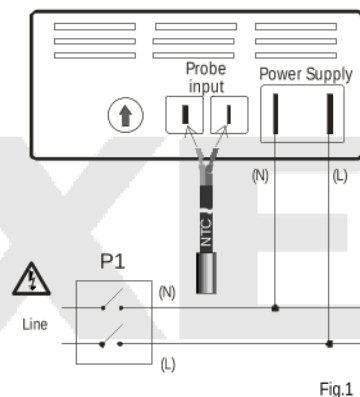

Fig.1
3. INSTALLATION - 230V OR 115V VERSION (FIG.1)
3. ⚠ Disconnect the power supply from the board by means of a panel switch, not supplied, (P1 in Fig.1).
11. If possible, the manufacturer suggests connecting the phase (L) to the fast-on on the right and neutral (N) to the fast-on on the left as indicated.
5. DISCONNECTION AND PROBE SUBSTITUTION (FIG.1)
1. ⚠ Disconnect the power supply on the board where the instrument is positioned, by means of the panel switch (P1 in Fig.1)
3. INSTALLAZIONE – VERSIONE 230V O 115 (FIG.1)
3. ⚠ Disinserire l'alimentazione del quadro attraverso l'interruttore generale (P1 in Fig.1).
11. Se possibile si consiglia di collegare la fase (L) al fast-on di destra e il neutro (N) al fast-on di sinistra come indicato.
5. DISINSTALLAZIONE E SOSTITUZIONE SONDA (FIG.1)
1. ⚠ Staccare alimentazione dal quadro dove è inserito lo strumento attraverso l'interruttore generale (P1 in Fig.1)